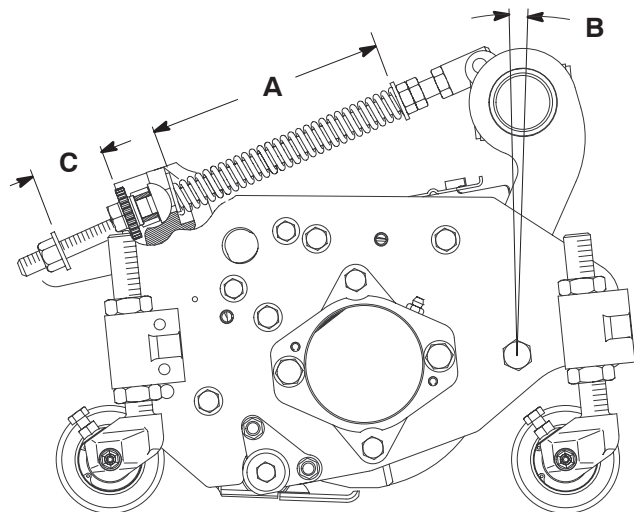

Bild 11
Die Rasenkompensierungsfeder (Bild 11), mit der der Trägersrahmen am Mähwerk befestigt ist, steuert den Umfang der möglichen Vorwärts- bzw. Rückwärtsrotation und die Bodenfreiheit beim Transport und Wenden.
1. Ziehen Sie die Sicherungsmutter hinten an der Federstange fest, bis der Abstand **C** zwischen der Federhalterung hinten und der Scheibe vorne 26 mm beträgt (Bild 11).
2. Ziehen Sie die Sechskantmuttern vorne an der Federstange fest, bis die komprimierte Länge **A** der Feder 203 mm beträgt (Bild 11).
Hinweis: Beim Schneiden von Roughs oder welliger Rasenfläche erhöhen Sie die komprimierte Länge **A** der Feder auf 216 mm und den Abstand **C** zwischen der Federhalterung hinten und der Scheibe vorne auf 39 mm (Bild 11).